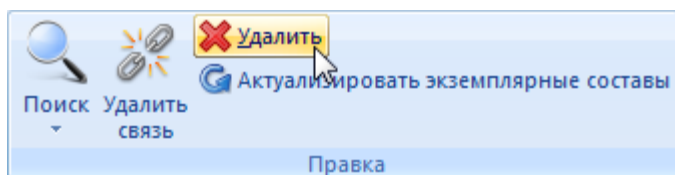

Рис. 10-40 – Кнопка «Удалить» панели «Правка»
3) Нажать кнопку «Удалить» панели «Правка» (рис. 10-40).